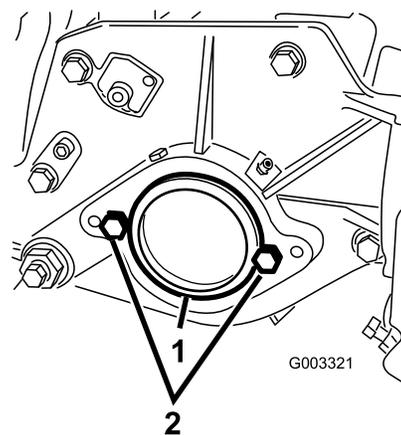

図 16
- カッティングユニット右側のベアリングハウジングについているプラスチック製のプラグを外す(図16)。
- 右側サイドプレートからキャップスクリュー2本を取り外す(図16)。
- カッティングユニットの左側サイドプレートに、リールモータ取り付け用のキャップスクリュー2本を仮止めする(図16)。